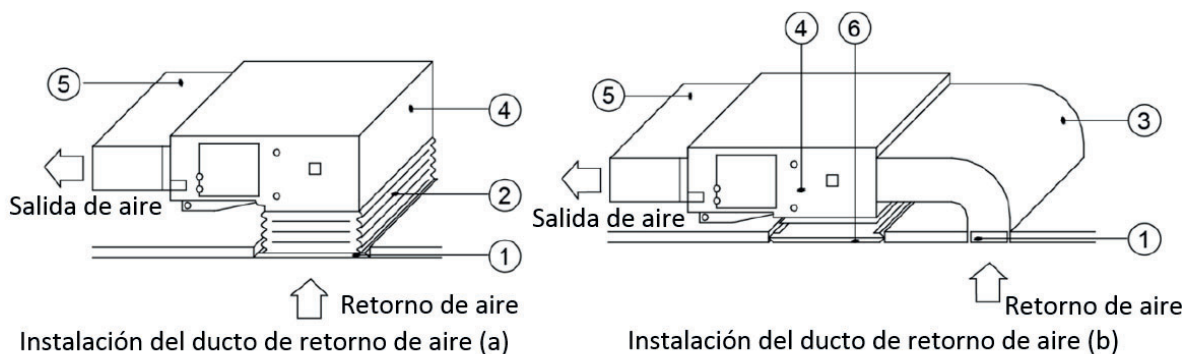

Fig 4.4.5
- (2) Si se necesita retorno de aire desde el fondo, cambie las posiciones de brida cuadrada y cubierta de retorno de aire.
- (3) Utilice un remachador para conectar el conducto de retorno de aire a la abertura de retorno de aire de la unidad interior. El otro extremo del conducto de retorno de aire se conecta con la rejilla de retorno de aire. Para ajustar la altura convenientemente, usted puede hacer un conducto plegado de la lona y tenerlo consolidado por el alambre del hierro 8 #.
- (4) El retorno de aire desde el fondo producirá más ruido que el retorno de aire desde la parte posterior. Así que le sugerimos que añada un amortiguador de ruido y una caja de presión estática para reducir el ruido si elige el retorno de aire desde la parte inferior.
- (5) Seleccione la forma de instalación adecuada en función de las necesidades reales de construcción y mantenimiento, como se muestra en la Fig.4.4.5.